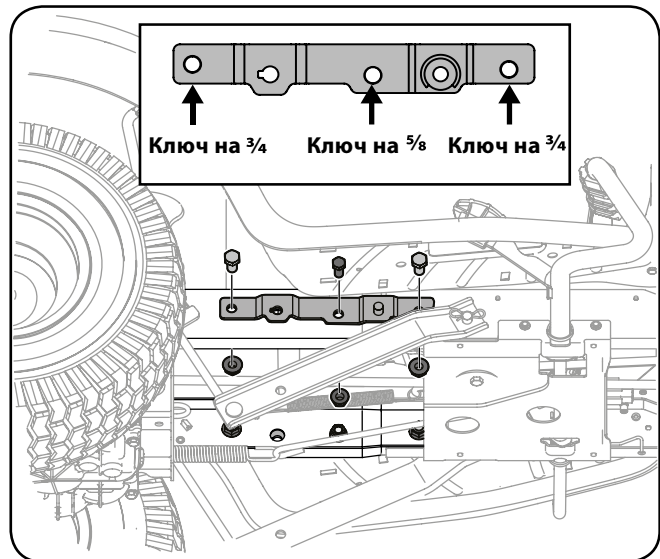

Рисунок 3-2
2. Закрепите правый опорный кронштейн с маркировкой «R» с внешне стороны рамы трактора тремя винтами с шестигранной головкой и фланцевыми гайками, как показано на рис. 3.2.